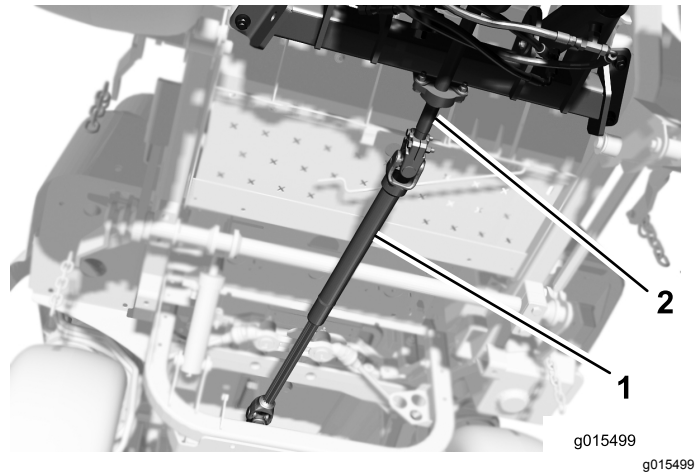

Bild 10
- Schieben Sie die Antriebswelle beim Ausfluchten der Befestigungslöcher der Antriebswelle mit dem Loch in der Zwischenwelle auf die Zwischenwelle des Anbaugeräts (Bild 10).